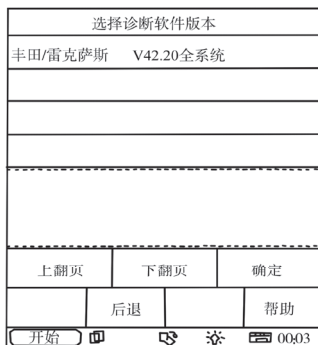

图1-14 显示诊断软件版本
STEP 6 X-431解码器会显示当前的丰田诊断软件版本（见图1-14），软件的版本是不断升级的，版本越高功能越完善，且新版本软件的功能包含低版本软件的功能。